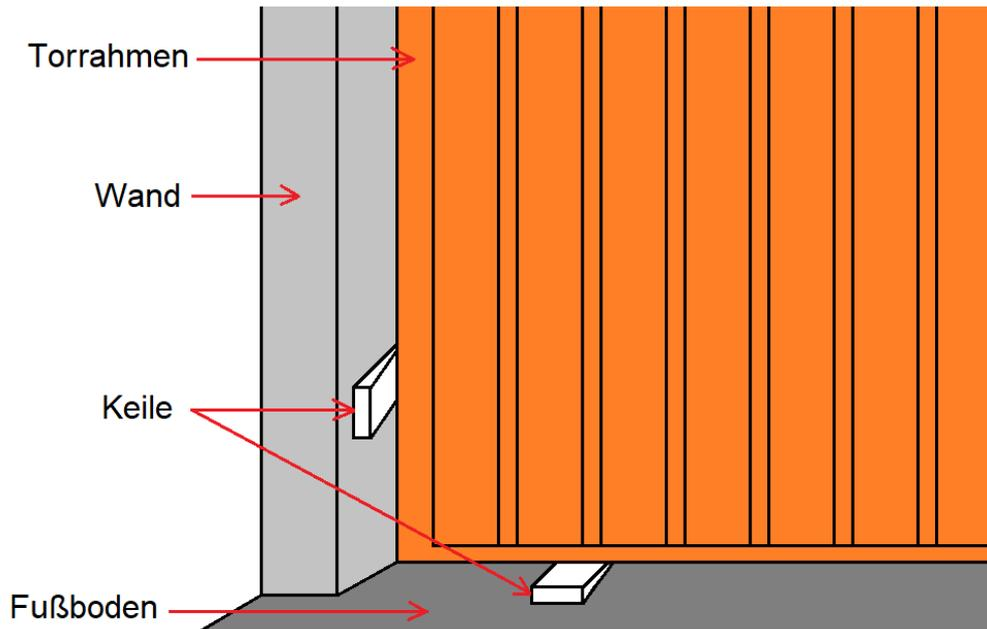

Abb. 5 Einstellung des Tores in der Montageöffnung mit Keilen
- Setzen Sie der Torrahmen in/vor die Öffnung ein und sichern Sie ihn mit den Holzkeilen gegen Herunterfallen (Abb. 5)
- Positionieren Sie waagrecht und senkrecht das Tor in/vor der Öffnung (Abb. 5)